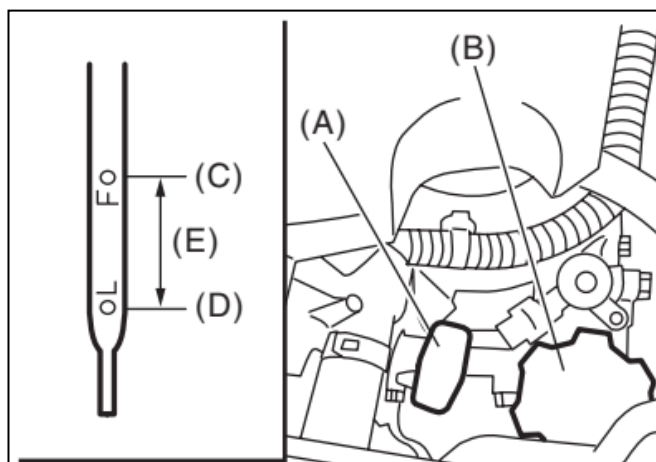

Рисунок V-2
- 3) Медленно извлеките щуп и проверьте уровень масла (Рисунок V-2). Если уровень моторного масла ниже линии “L”, проверьте двигатель на предмет утечек масла и долейте масло до линии “F”. Во избежание перелива моторного масла, не добавляйте масло выше линии “F” на холодном двигателе.
7) Залейте моторное масло до средней отметки между линиями “L” и “F” на щупе уровня масла (Рисунок V-2).